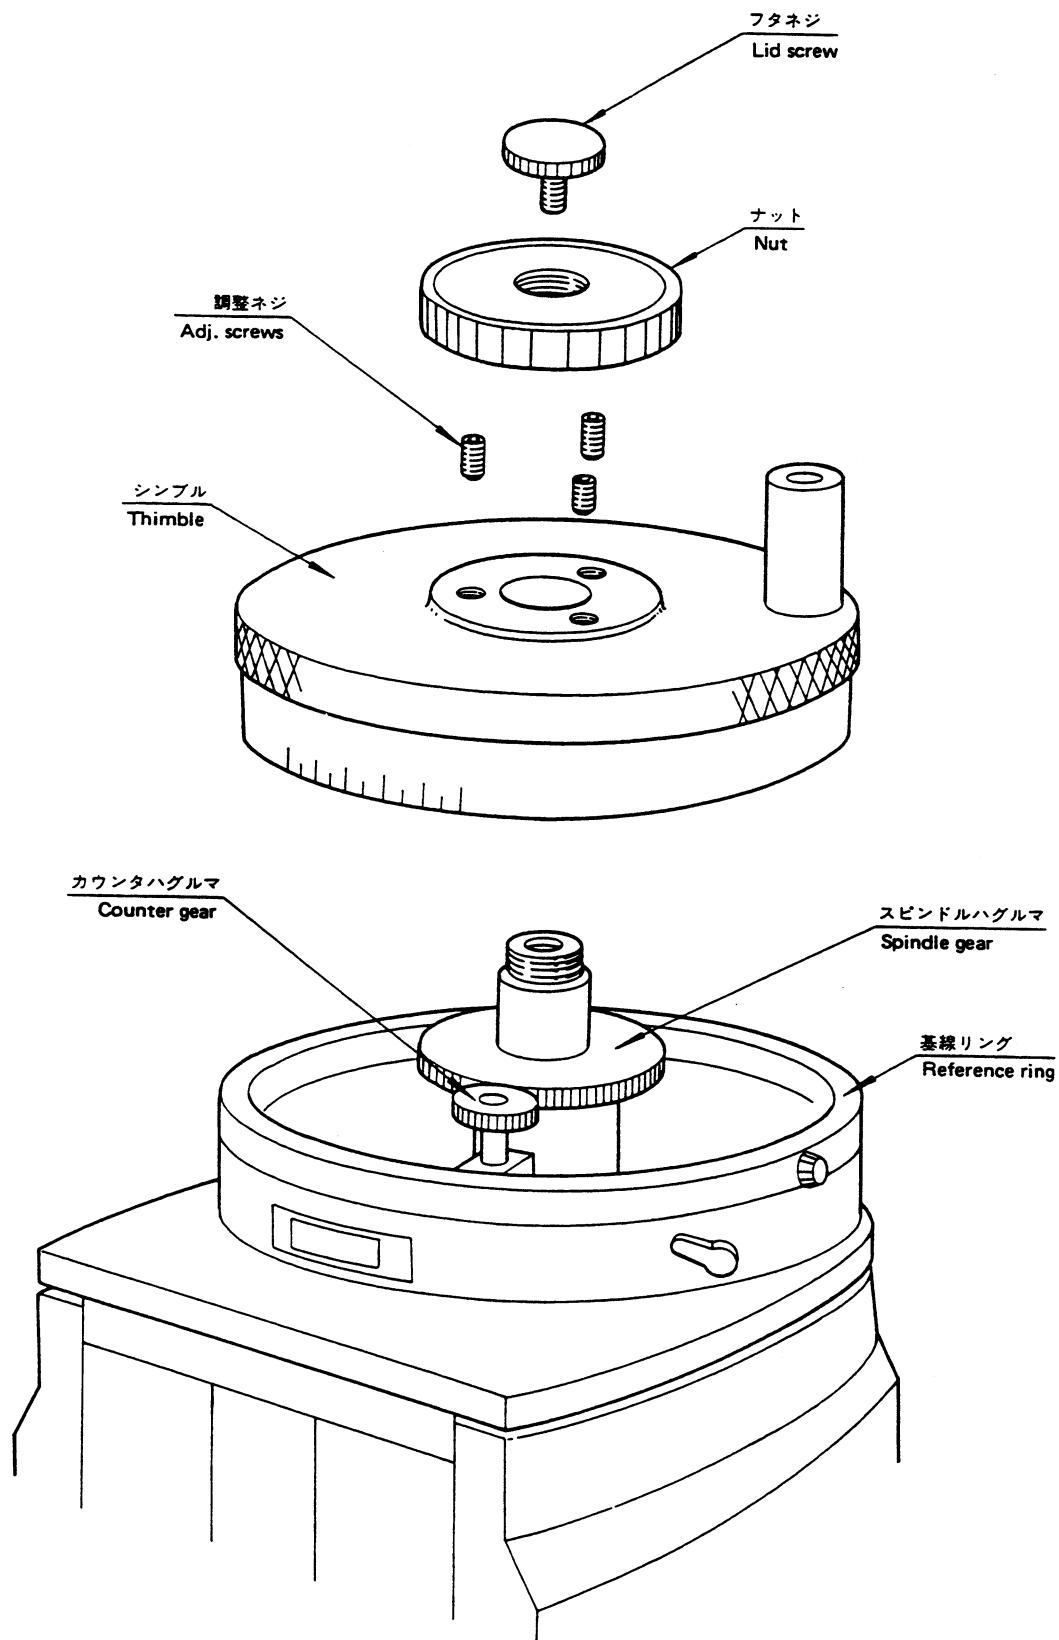

Fig. 17
- ① Fig. 17に示したフタネジ及びナットを緩めシンプルをはずして下さい。
- ② シンブルがはずれたら歯車が露出しますので、この状態でカウンタハグルマを回転させ、カウンタの位置ずれを調整します。
- ③ 調整が終了したらナット及びフタネジをしっかりと締めて下さい。
- 上記①～③の操作により、カウンタ位置ずれは簡単に調整することができます。
(2) シンブルと基線リングとのすき間調整
- ① Fig. 17に示したフタネジ及びナットを緩めて下さい。
- ② この状態でシンブルの上面に3個の調整ネジが見えますから、六角棒レンチを用いてこの調整ネジを回すことに依りすき間が調整できます。
- ③ 調整が終了したら、ナット及びフタネジをしっかりと締めて下さい。
- 上記①～③の操作により、すき間を調整することができます。
(1) Adjustment of Counter
- ① Referring to Fig. 17, remove the lid-screw and nut; then remove the thimble by lifting it up straight.
- ② With the thimble removed, the counter gear can be rotated just to run the counter. Set the counter exact to 1.00mm or .100".
- ③ Reset the thimble and tighten the nut and lid-screw.
(2) Adjustment of Gap between the Thimble and the Reference Ring.
- ① Remove the lid-screw and the nut. Fig. 17
- ② Three adjusting screws can be located on the thimble. By using Allen-wrench, screw in or out the three screws to adjust the gap.
- ③ After the adjustment, tighten the nut and the lid-screw.